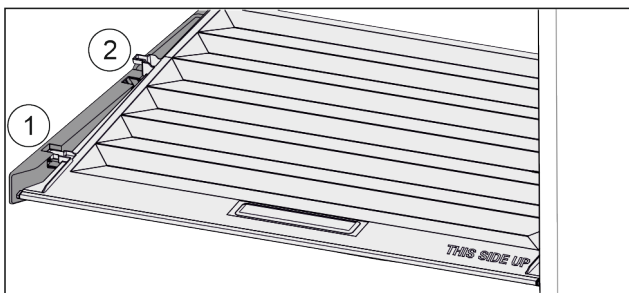

Fig. 74
- ▶ Deslice la tapa hacia delante hasta la abertura de las piezas de sujeción Fig. 74 (1).
- ▶ Levántela por detrás desde abajo y retírela tirando hacia arriba Fig. 74 (2).